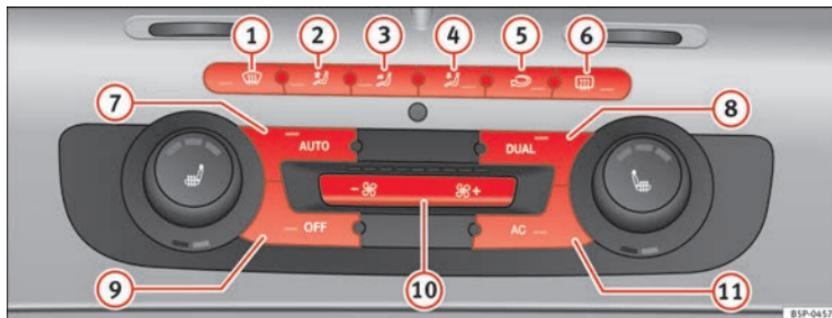

Abb. 132 Bedienelemente der 2C-Climatronic an der Instrumententafel.
- Zum Einschalten des manuellen Betriebs betätigen Sie eine der Tasten  $\Rightarrow$  Abb. 132 ① bis ⑤ oder aber die Gebläsetasten ⑩. Die jeweils eingestellte Funktion wird am Display des Radios bzw. des Navigationssystems angezeigt.
- Drücken Sie die Taste  ⇒ Seite 175, Abb. 132 , um den Umluftbetrieb ein- oder auszuschalten. Bei eingeschaltetem Umluftbetrieb erscheint am Display das Symbol .